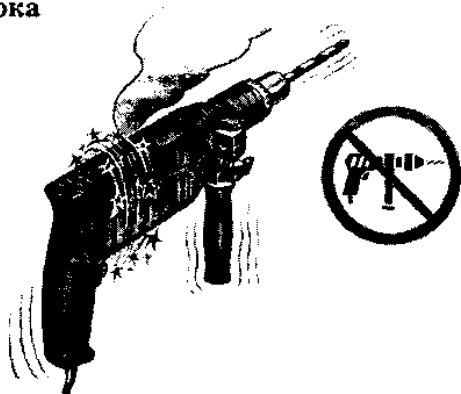

Рис. 13. Неисправности, при которых должна быть прекращена работа ручной электрической машины (плакат)
4.2. Не допускается эксплуатировать электроинструмент при возникновении во время работы хотя бы одной из следующих неисправностей (рис. 13):